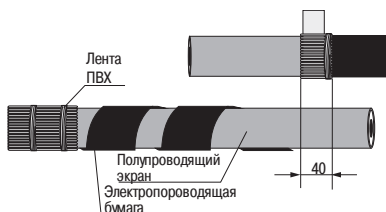

Рисунок 3
4.4 На разделке одного из кабелей временно отогнуть проволоки экрана до среза оболочки, уложить вдоль кабеля, зафиксировать биндажом из ленты ПВХ. На разделке второго кабеля установить на один виток пружину ППД поверх наружного покрова, как показано на рисунке 2, отогнуть проволоки экрана на наружный покров и обрезать до длины 40 мм от среза оболочки, закрепить лентой ПВХ (рисунок 3).
4.5 Размотать электропроводящую бумагу с жил кабеля до места отгиба проволоки экрана и обрезать её, не повреждая полупроводящего экрана (рисунок 3).